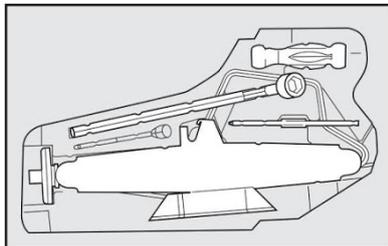

fig. 29
15) Colocar o macaco no suporte das ferramentas **fig. 29**, encaixando de modo a evitar vibrações, ou que se solte durante a marcha;